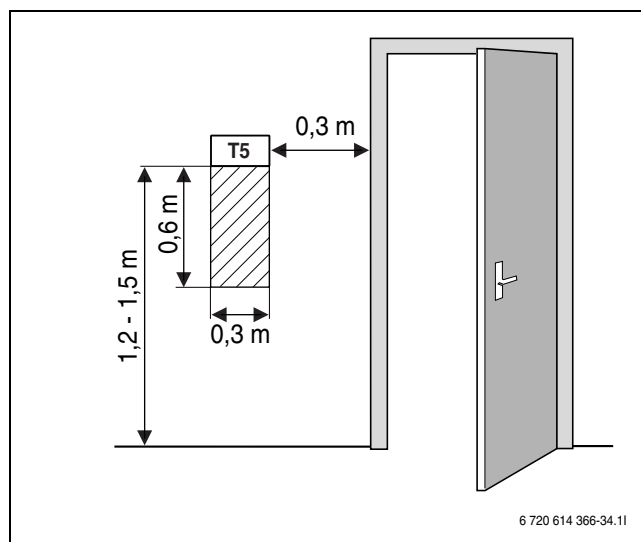

Bild 21 Rekommenderad monteringsplats för rumsgivare T5
- Obehindrad cirkulation av rumsluften under rumsgivaren T5 (streckad yta i bild 21 ska hållas fri).